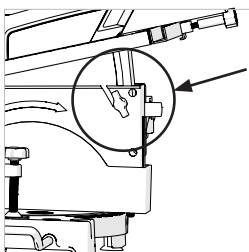

Fig. 5
- Eleve la parte superior de la mesa hasta su posición más elevada y apriete el tornillo de ajuste de la altura. **(Fig. 5)**